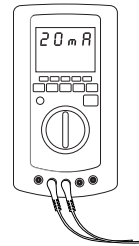

Fig.5
6) Use o potenciômetro de span para configurar o valor de corrente para o nível atual 20mA. Gire o potenciômetro sentido horário para aumentar a corrente. Gire o potenciômetro anti-horário para diminuir a corrente (Fig.5).